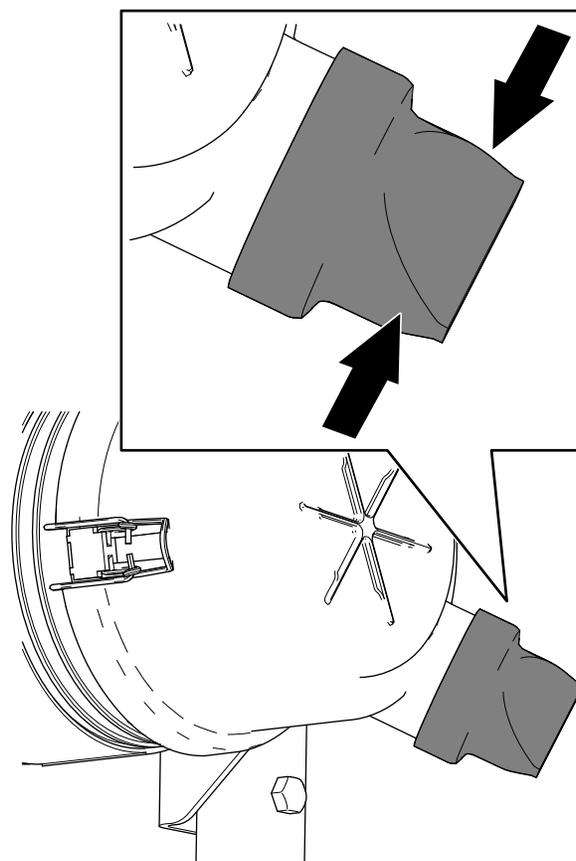

Figura 113
5. Premete la valvola di espulsione della polvere (Figura 113).